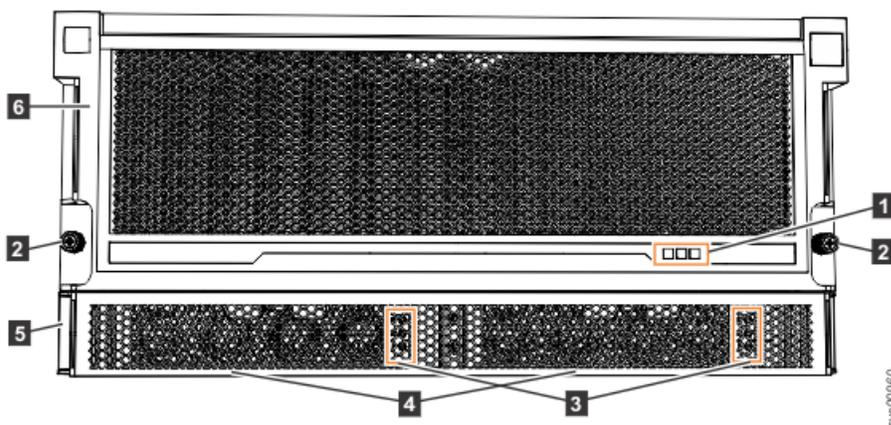

図 51. Model 092 拡張エンクロージャーの前面にあるフィーチャー
重要: 電源ケーブルをエンクロージャーの背面に接続する前に、常に拡張エンクロージャーがラック内に固定されていることを確認してください。必要であれば、エンクロージャーの前面にあるつまみねじ (65 ページの図 51 の 2) を締めて、エンクロージャーのドローワーが動いて開いたりしないようにしてください。
この Model 092 拡張エンクロージャーには 2 つの電源機構装置 (PSU) があり、それらにはエンクロージャーの前面からアクセスできます (65 ページの図 51 の 4)。また、図に示すように、PSU は 1U 鼻隠しで覆われています (5)。